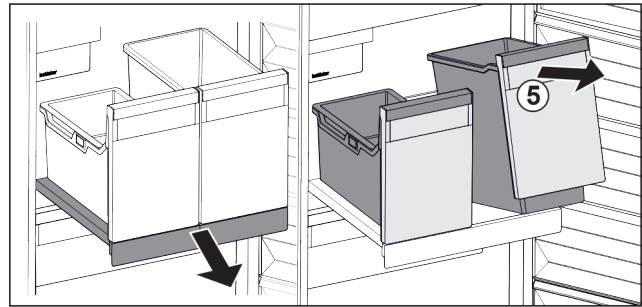

Fig. 104
- ▶ Bak Fig. 104 (5) aan voorzijde optillen.